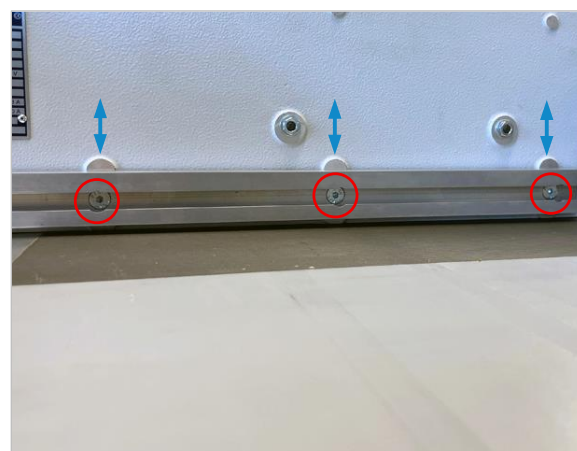

Abbildung 7: Lösen der Schrauben zur Höhenanpassung
- Schieben Sie den Vorschubapparat mitsamt dem bereits seitlich angeschraubten Aufnahmeprofil (A) auf die Klemmleiste (K) des Parallelanschlags.
- Das Profil (A) kann bei Bedarf nach Lösen der drei in ⇒ Abbildung 7 gezeigten Innensechskantschrauben in der Höhe verstellt werden.
- Abschließend den Klemmhebel (F) wieder festziehen.